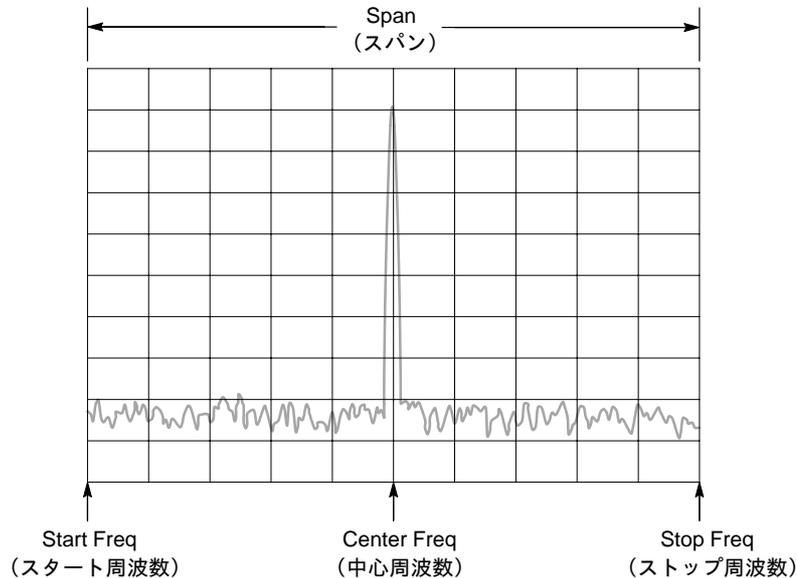

図 4-2 : 周波数とスパンの設定
2. **Center Freq** サイド・キーで、中心周波数を設定します (図 4-2)。